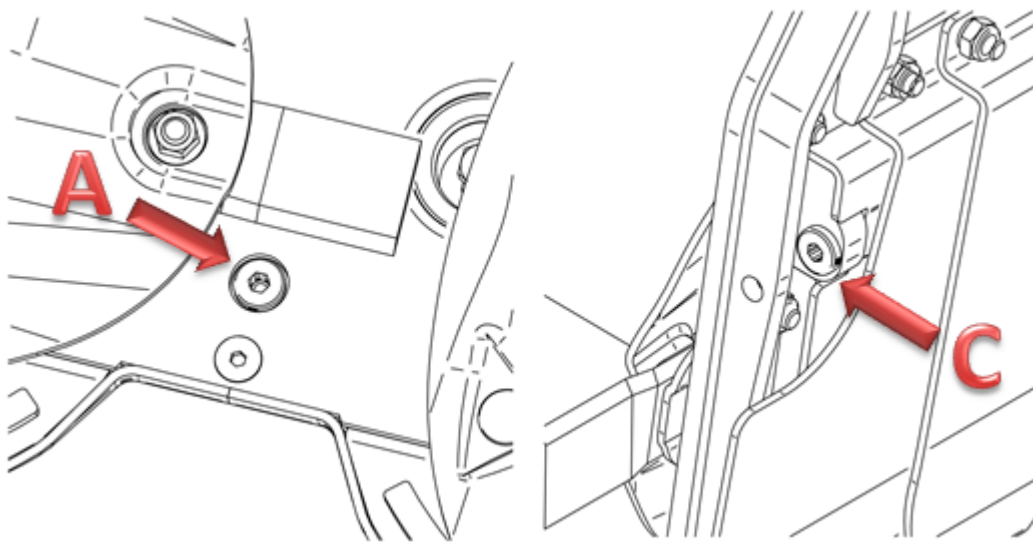

Abb. 18 Öleinfüll-, Ölablaßstopfen im Mähabalken
Der Ölstand im Mähbalken wird nach dem Aufstellen des Mähers auf ebenem Untergrund durch das Herausdrehen des Einfüllstopfens (A), Abb. 18 geprüft. Der Ölstand vom Boden des Mähbalkens sollte im Bereich  $5 \div 7$  mm liegen.
- die Öleinfüll-, Ölkontrollstopfen (A) Abb. 18 abgedreht werden
- der Ölablaßstopfen (C) Abb.18 abgedreht werden - dieser Stopfen befindet sich an beiden Seiten des Mähbalkens
- der Stopfen (C) zuge dreht werden